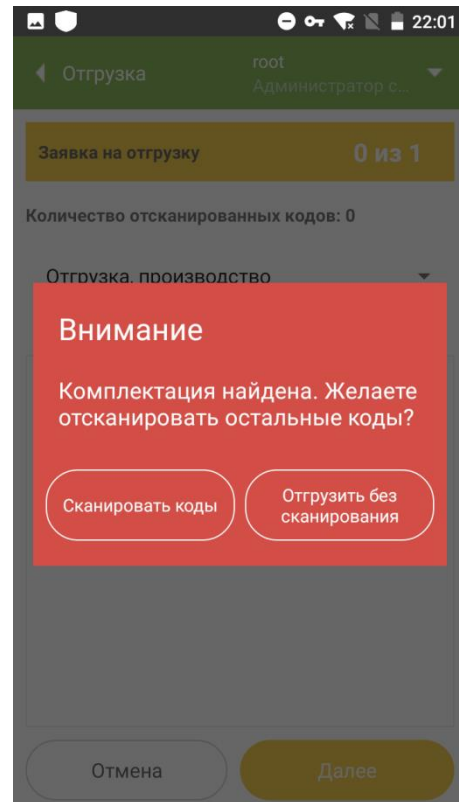

Рисунок 8.11
- 2.2.1. Если отсканированный код будет найден в комплектации, указанной при формировании сопроводительного документа, Система предложит отсканировать остальные коды или выполнить отгрузку без дальнейшего сканирования (Рисунок 8.11).